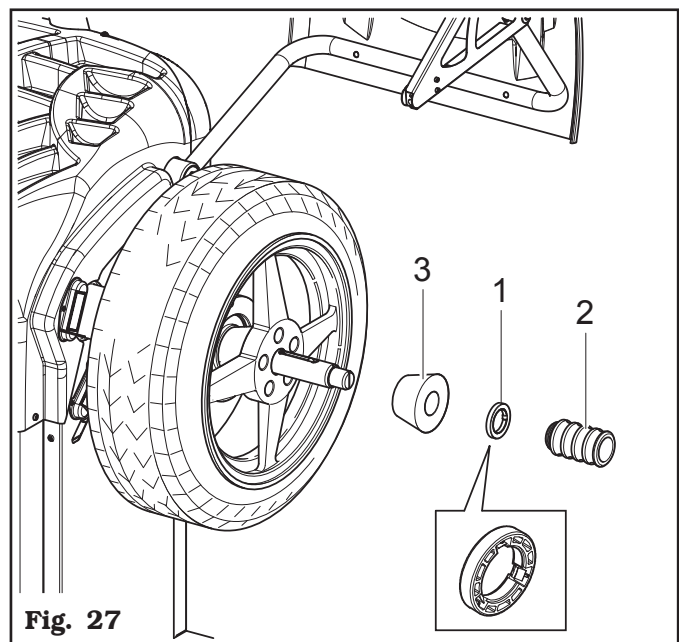

Fig. 27
7. Montar el cono (Fig. 27 ref. 3) con la parte más estrecha dirigida hacia la rueda.
8. Introducir el anillo prensador (Fig. 27 ref. 1) en el casquillo (Fig. 27 ref. 2) y colocar todo contra la rueda.
EL ANILLO PRENSADOR (FIG. 27 REF. 1) DEBE SER MONTADO CON EL LADO DE LOS DIENTES DIRIGIDO HACIA EL CASQUILLO (FIG. 27 REF. 2).